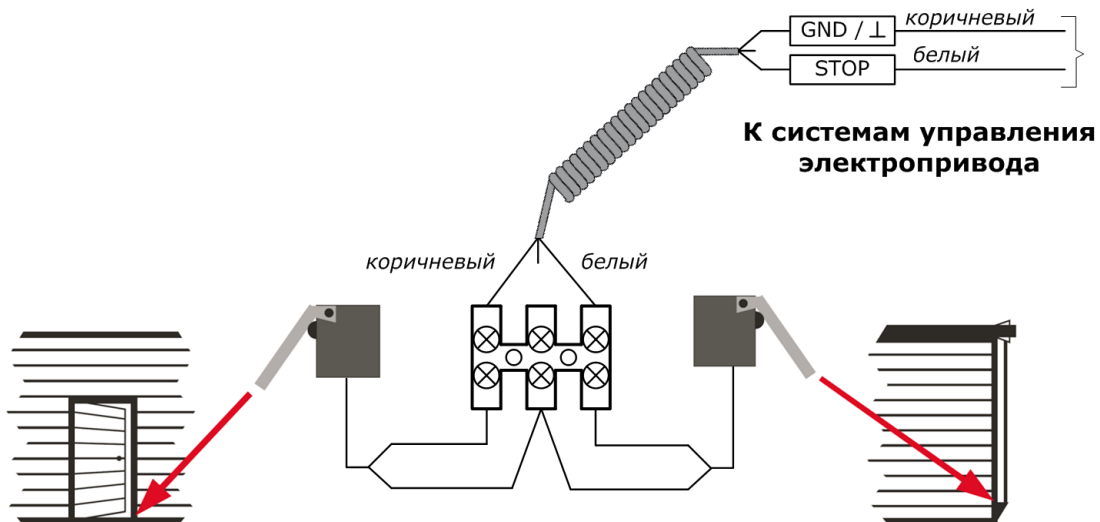

Рисунок 3 – Схема подключения датчика калитки и датчика ослабления тягового троса
4.1. Подключение датчика калитки и датчиков ослабления тяговых тросов (Рисунок 3)